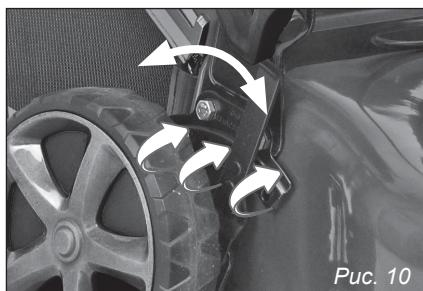

Рис. 10
Переместите рычаг на необходимое значение и зафиксируйте в пазу (рис. 10).
5. Толкайте газонокосилку перед собой, производя управление, задавая необходимую вам траекторию движения смещая рукоятку влево или право. Не прилагайте больших усилий передвигая газонокосилку, если движение затруднено проверьте правильность регулировки высоты среза (см. п. 9, рис. 10).